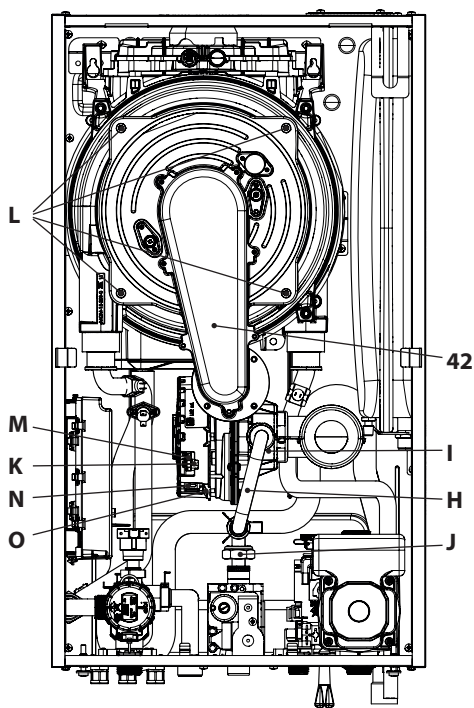

Figura 9.12
Rimozione del gruppo bruciatore ventilatore 42 in Figura 9.12.
- Inserire un cacciavite piano nella rientranza K del connettore M e fare leva verso il basso, contemporaneamente scollegare il connettore M tirandolo frontalmente (Figura 9.12).
- Scollegare il connettore del ventilatore N premendo il gancio in plastica O posizionato nella parte sottostante del connettore (Figura 9.12).
tore ventilatore 42 (Figura 9.12)